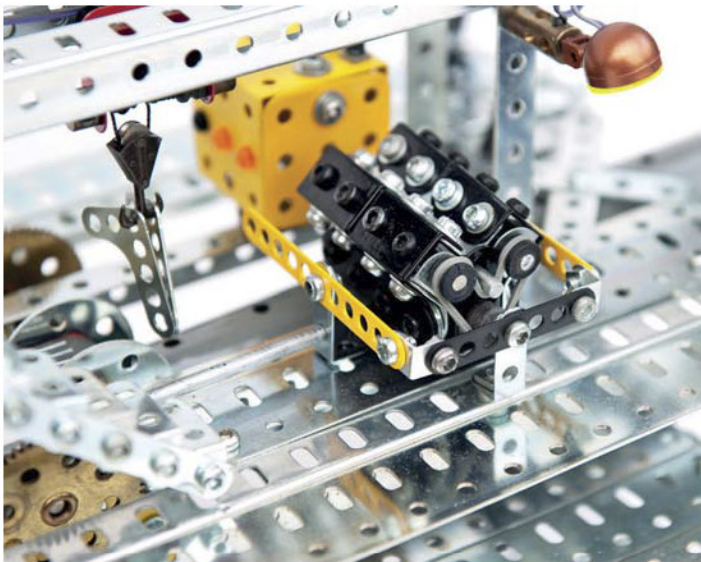

Fig. 16 Générateur électrique
- Générateur électrique de secours et grue de maintenance (Fig. 16), les deux sont statiques.